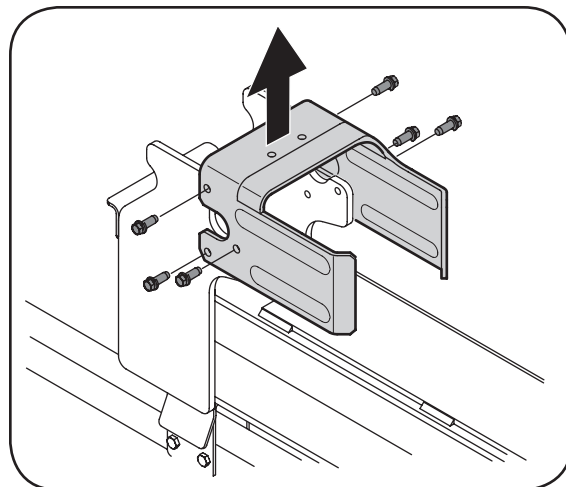

Figura 3-4
2. Desconecte el liberador del soporte soldado de vigueta retirando los seis tornillos hexagonales. Vea la Figura 3-4.